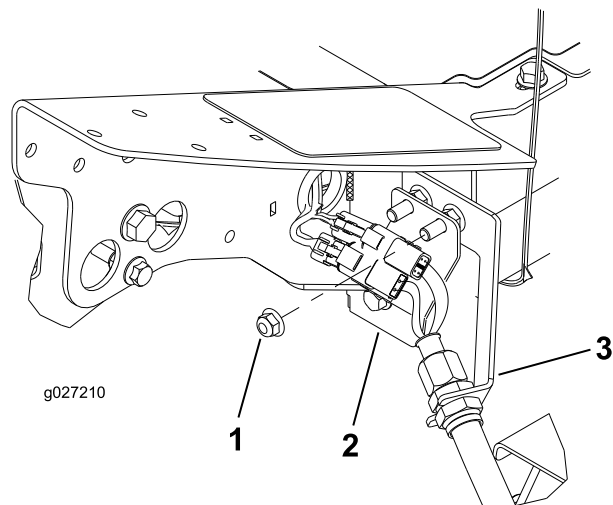

Figura 11
1. No canto frontal esquerdo da estrutura (local da unidade de corte n.º 4), retire porca de flange adicional no parafuso que prende o suporte do anteparo à máquina (Figura 11).
3. Insira placa do conector nos parafusos de montagem do anteparo com os conectores posicionados como se mostra na Figura 11.